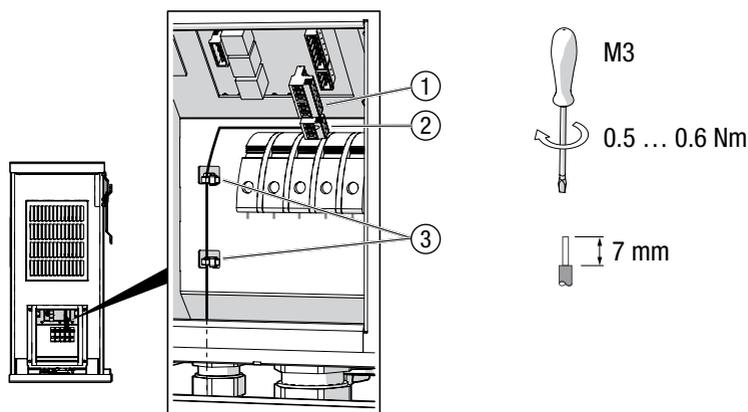

Figura 23 Collegare il disinnesto esterno
3. Collegare la linea di controllo alla spina a 3 poli (Figura 23/pos.2) come segue:
5. Inserire la spina a 6 poli (Figura 23/Pos.1) per coprire i contatti aperti.
7. Fissare i cavi con i fermacavi ai passanti dell'alloggiamento (Figura 23/pos. 3).
8. Chiudere i fori inutilizzati nel pressacavo per cavi multipli con i perni di chiusura (vedere pos. 8 nel paragrafo 4.3).